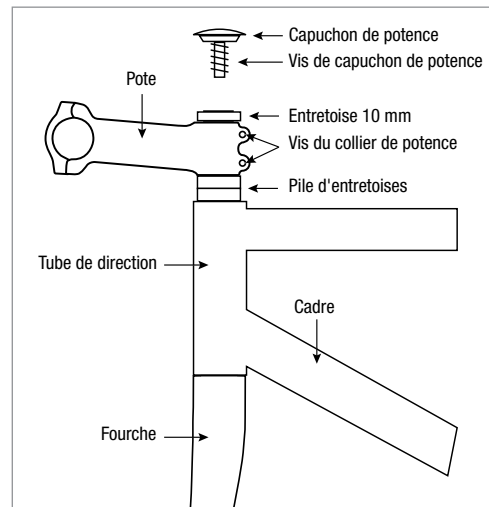

Figure 8
2. Remontez la fourche, les entretoises, la potence et tous les composants du jeu de direction dans le tube de direction (Fig. 8).